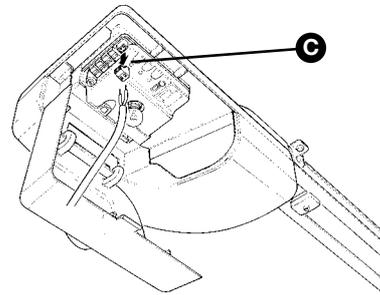

Figura 48
- Para facilitar las operaciones es posible quitar los bornes [C] tal como se muestra en la figura 48, realizar las conexiones y luego colocarlos nuevamente.